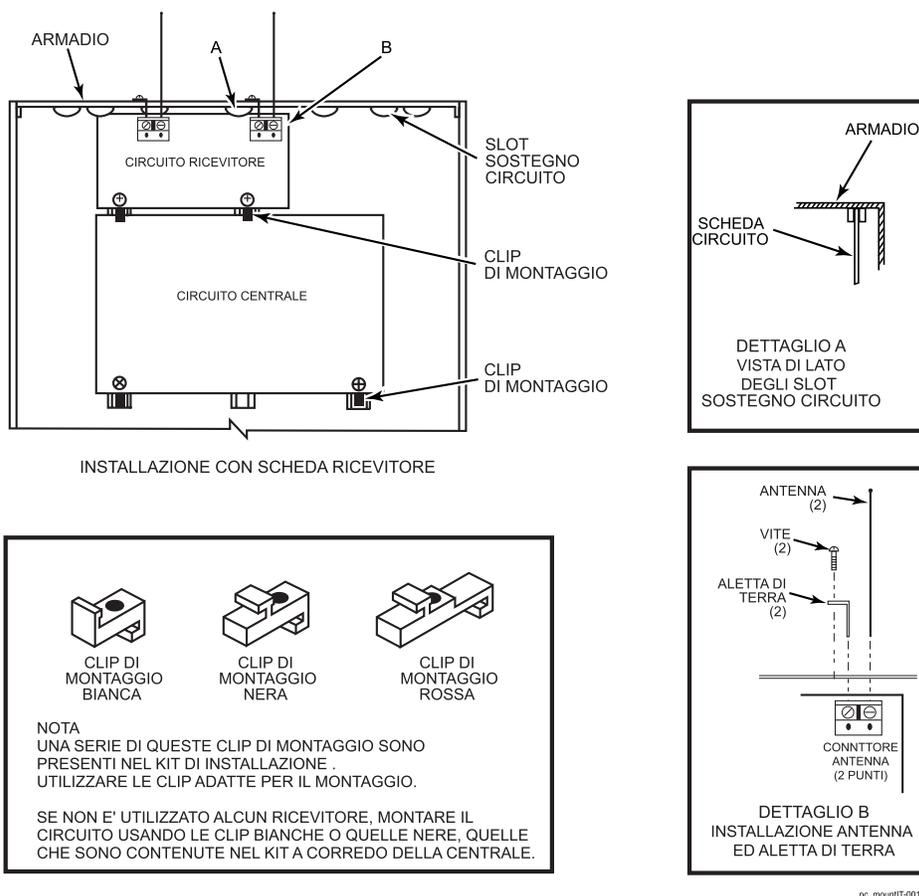

Figura 3. Installazione della scheda e del ricevitore RF
1. a. Rimuovere la scheda del ricevitore dalla custodia ed inserire la sommità nelle fessure nella parte superiore dell'armadietto, come indicato nel dettaglio A della figura 3. Controllare che la scheda appoggi sulla corretta fila di linguette.